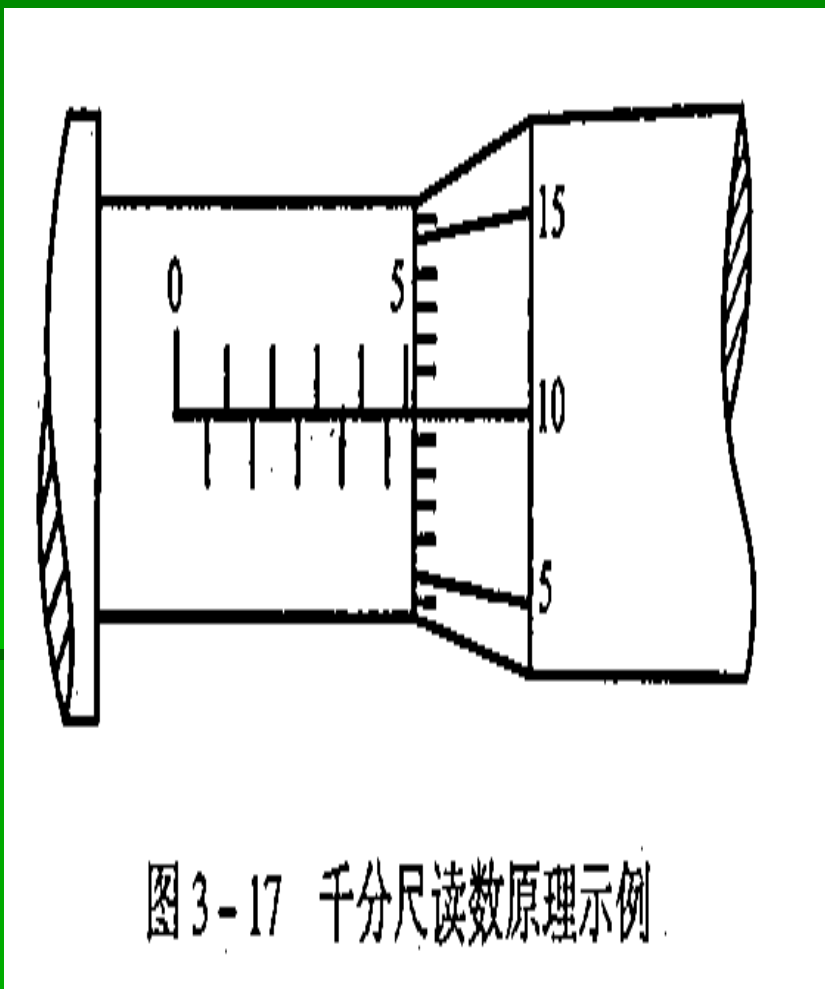

图 3-17 千分尺读数原理示例
- 不足一格的，估读其数值。将整数与小数相加即为被测尺寸。如图3-17，读数为5.10mm。